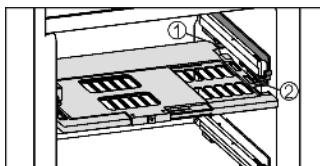

Fig. 32
- Установка пластины регулировки влажности: попечные ребра крышки на пластине вставить через низ в задний держатель Fig. 32 (1) и защелкнуть спереди на держателе Fig. 32 (2).